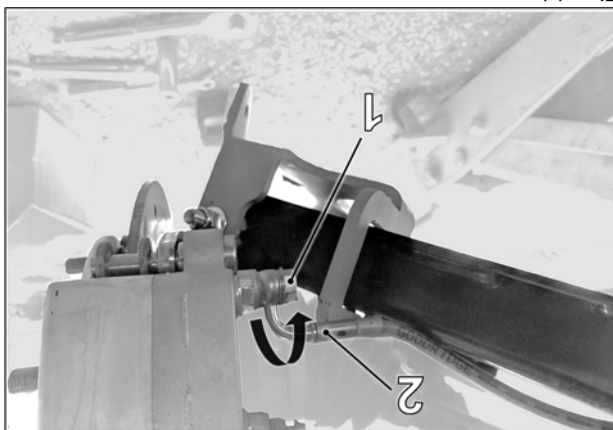

Fig. 11
ATTENTION : Au besoin, desserrez légèrement le boulon banjo (1) et faites pivoter le raccord coudé du boyau de frein (2) vers l'avant de façon à ce que l'arrière de l'ancrage n'interfère pas avec le boyau. Ne pas oublier de resserrer le boulon. Fig. 11